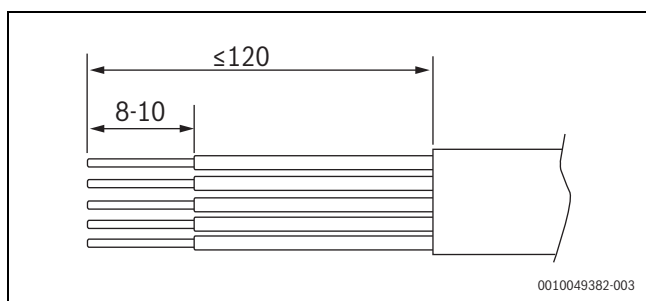

Fig. 34 Dénudage des fils pour le raccordement secteur (mm)
- Faire passer le câble de raccordement de l'alimentation électrique dans les presse-étoupes sur la gauche (1). Serrer avec un couple de 4,8 Nm.
- Faire passer le câble de raccordement CAN-BUS dans les presse-étoupes sur la droite (2). Serrer à la main.
- Dénuder les câbles comme illustré à la → Figure 34.